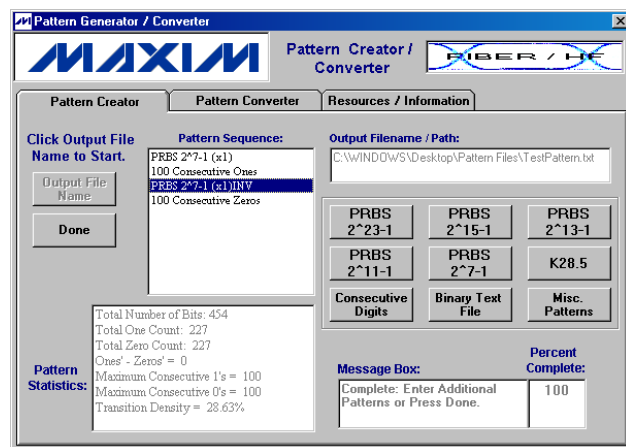

図 14. Creator の実例(ステップ#8)
くした後、シーケンスリストは INV という文字を PRBS シーケンスの最後に追加してシーケンスが反転されたことを示します(図 14)。
8. 以上でパターンが作成されます。[Pattern Statistics (パターンの統計データ)]でわかるように、パターンはバランスがとられています(1 と 0 が同数)。長い CID シーケンスが追加されているため、遷移密度は 50%を大きく下回ります(図 14)。